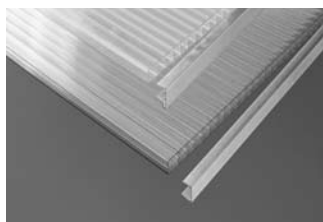

Abb. 8b: Plattenprofile 6004 und 6003
- Plattenprofil 6003 ... 6008 für Stegplatten entsprechender Dicke (Abb. 8b+c).